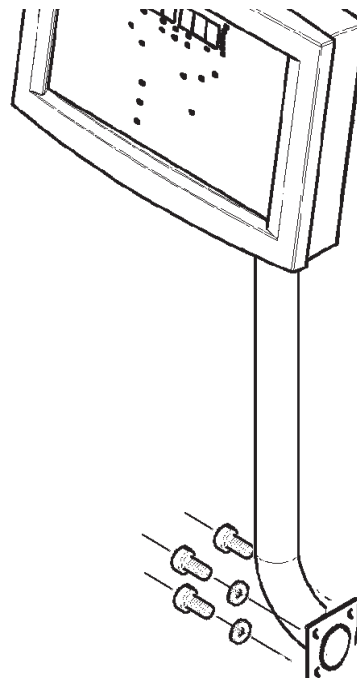

Figure 9
2. Pivoter la tour à 180° dans le sens des aiguilles d'une montre et réinstaller les 3 écrous, voir Figure 9.